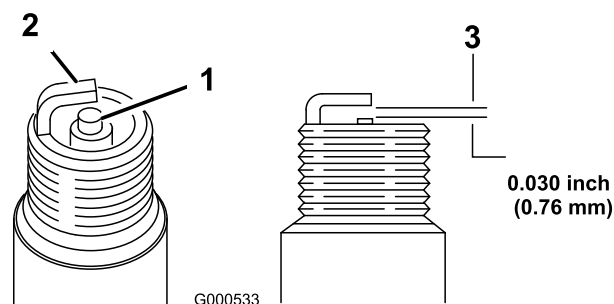

Figure 40
1. Examinez le centre des bougies (Figure 40).
2. Contrôlez l'écartement entre les électrodes centrale et latérale (Figure 40) et pliez l'électrode latérale si l'écartement est incorrect.
3. Rebranchez le fil de la ou des bougies (Figure 40).